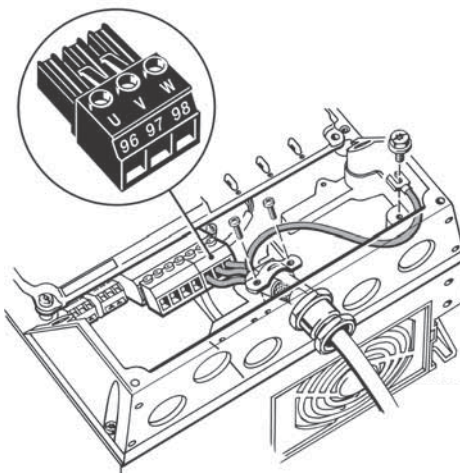

Рис. 13 Подключение двигателя, A5
1. Подключите заземляющий провод к клемме 99 (PE). См. рис. 13.
2. Подключите провода двигателя к клеммам 96 (U), 97 (V), 98 (W) разъема двигателя.